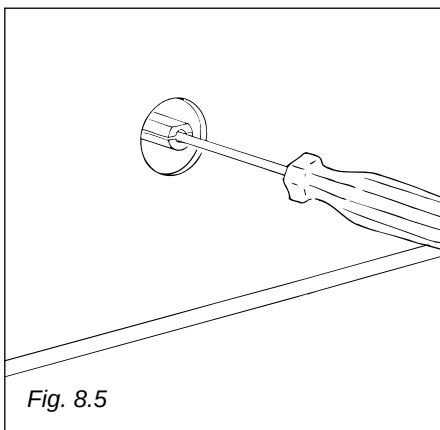

Fig. 8.5
- à l'aide d'un tournevis mince tourner la vis à l'intérieur de la tige jusqu'au moment où l'on obtient le réglage correct (Fig. 8.5).